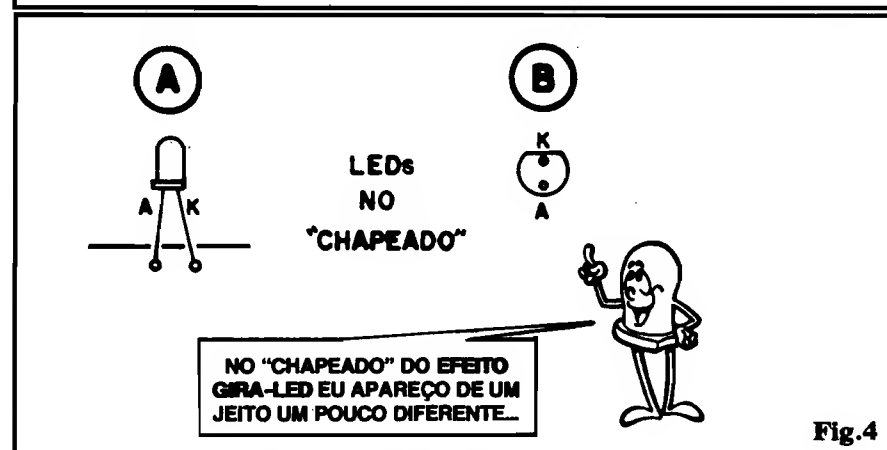

Fig.4
- FIG. 4 - A REPRESENTAÇÃO "ESPECIAL", ADOTADA PARA OS LEDs, NO "CHAPEADO" - Normalmente, nos "chapeados" do ABC (vista real das peças, sobre a face não cobreada do Impresso), os LEDs são estilizados conforme vemos no item A da figura, quase que em sua aparência "verdadeira", uma vez que frequentemente tais componentes estão agregados à placa, porém "fora dela", ligados junto às bordas, a ilhas periféricas, ou mesmo a pedaços de fio fino que fazem a "ponte" entre componente/placa... A especial configuração de **lay out** e de **display** do EFEITO "GIRA-LED", contudo, obriga-nos a usar uma estilização alternativa, de modo a não causar confusões visuais no "chapeado"... Assim, excepcionalmente, os LEDs aparecem conforme esquematizado em 4-B, na forma de um pequeno círculo "chanfrado",